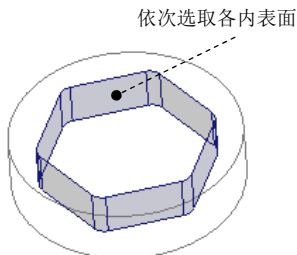

图 3.3.18 选取的面
Step5. 在系统 **选择用于拐角局部铣削的曲面。** 的提示下，选取图 3.3.18 所示的各内表面。完成选取后，在 **▼ SELECT SRFS (选择曲面)** 菜单中选择 **Done/Return (完成/返回)** 命令。